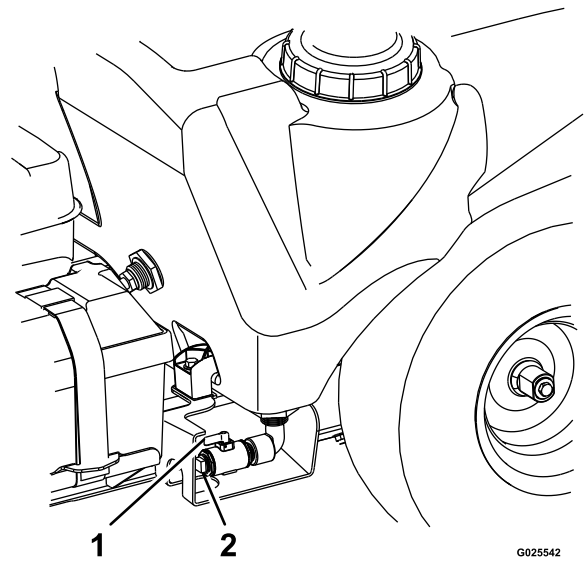

Figure 42
2. Enlevez le bouchon de la vanne de vidange de la cuve du pulvérisateur (Figure 42).
5. Tournez la poignée de la vanne de vidange dans le sens horaire de 90° pour vidanger la cuve (Figure 42).
7. Fermez la vanne de vidange de la cuve, enlevez le flexible de vidange et remettez le bouchon de vidange sur la vanne (Figure 42).